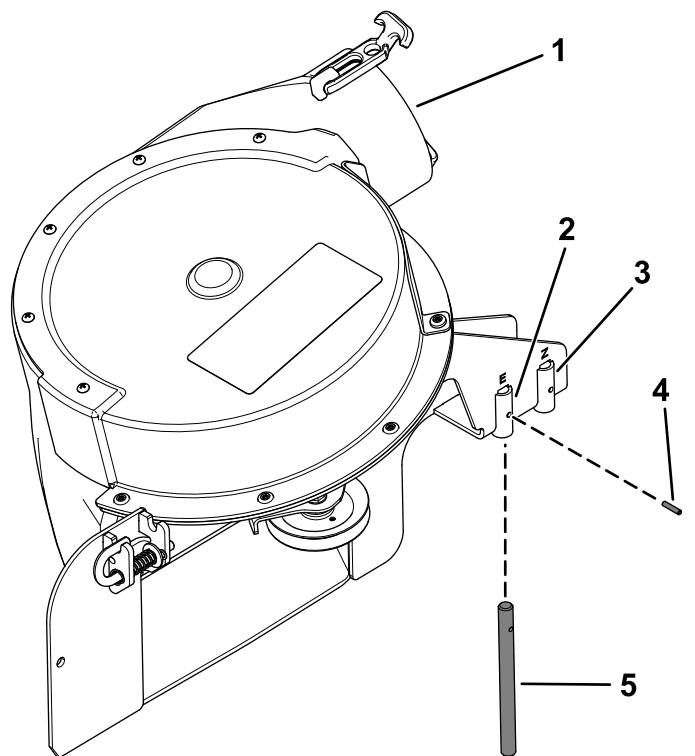

Figura 40
Verificate che il perno girevole sia fissato sul gruppo soffiatore nella posizione corretta (Figura 40).
- Se avete un piatto di taglio da 122 cm o 132 cm, montate il perno girevole nel foro anteriore (Figura 40).
- Se avete un piatto di taglio da 152 cm, montate il perno girevole nel foro posteriore (Figura 40).